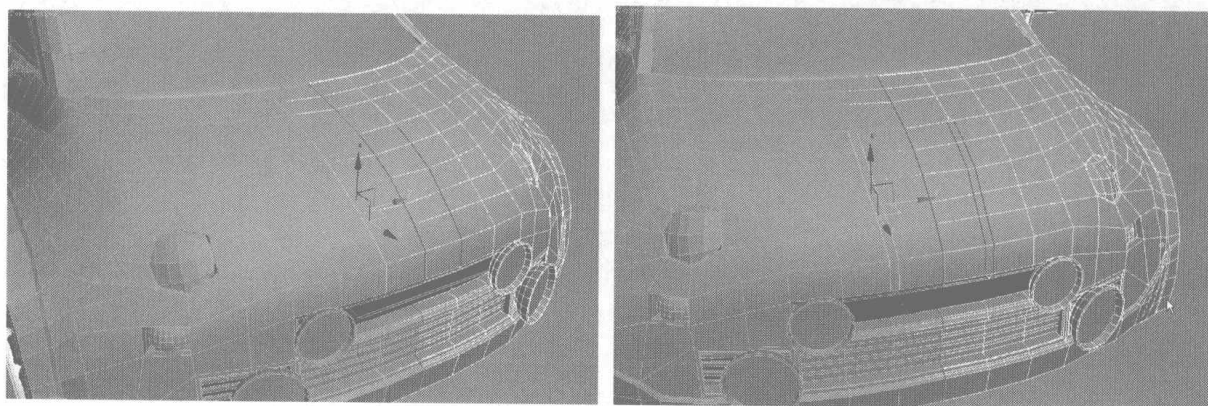

图 7.173
- 18** 选择车盖上的曲线，单击 **Chamfer**  按钮右边的小方块，在弹出的对话框中设置斜角参数，单击 **OK** 按钮，如图 7.173 所示。